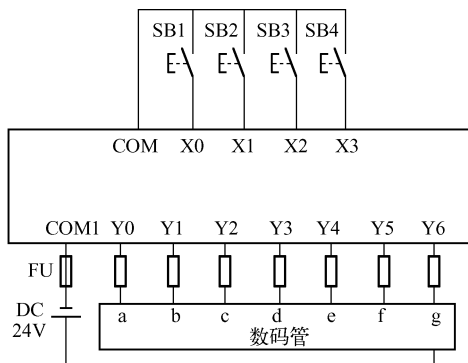

图 2-39 数码管共阳极的接法实训图
使用数码管时须注意共阳和共阴接法时的电流方向。图 2-39 所示是数码管共阳极接法的实训图。
(1) 接线同图 2-39, X0 ~ X3 使用拨码盘接入, 输出接数码管, 使拨码盘拨入 0 ~ 9, 观察数码管的显示情况。
(2) 将上题中的拨码盘换成 4 路开关接入, 分别拨入 0000 ~ 1111, 数码管显示 0 ~ F, 输出接线不变。
(3) 接线同上, 4 路开关输入信号, 对应十六进制输出 Y0 ~ Y7, Y10 ~ Y17 指示灯, 即 4 个输入控制 16 个灯, 如输入 0000, 则 Y0 为 ON, 接线图略。